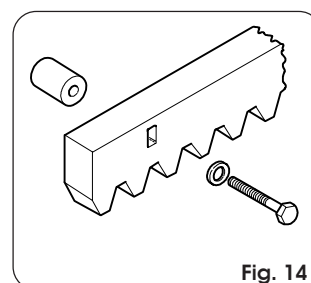

Fig. 14
4.8.2. Cremallera de acero para atornillar (Fig. 14)